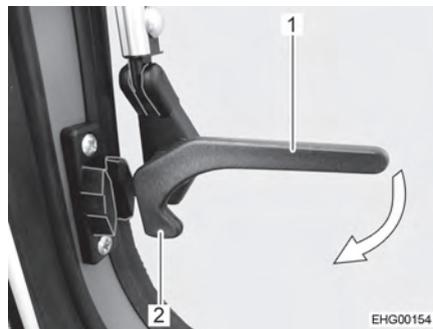

Fig. 41 Levier de verrouillage, latéral, (position "Ouvvert")
- Tourner les leviers de verrouillage latéraux (Fig. 41,1) d'un quart de tour en direction du cadre de la fenêtre jusqu'à ce que le tenon de verrouillage (Fig. 41,2) s'enclenche.